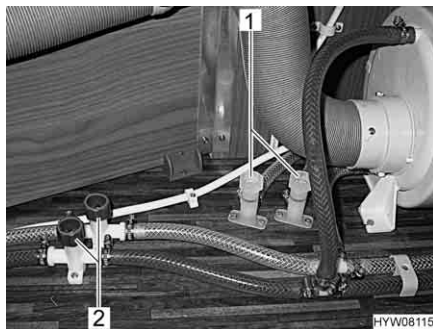

Fig. 94 Rubinetti di scarico per scaldacqua
- Aprire i rubinetti di scarico dello scaldacqua. A tal fine ruotare i coperchi (Fig. 94,1 e 2) in senso antiorario.